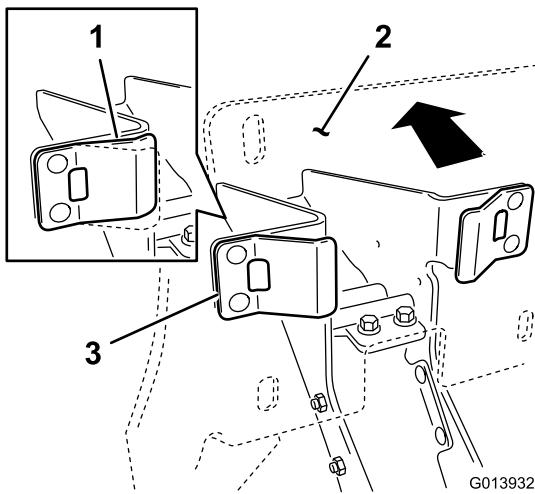

Figure 11
- Vérifiez que les butées en plastique sont en contact avec les pattes élastiques, et exercez une pression suffisante contre la plaque d'appui pour comprimer à moitié les pattes élastiques (Figure 11).